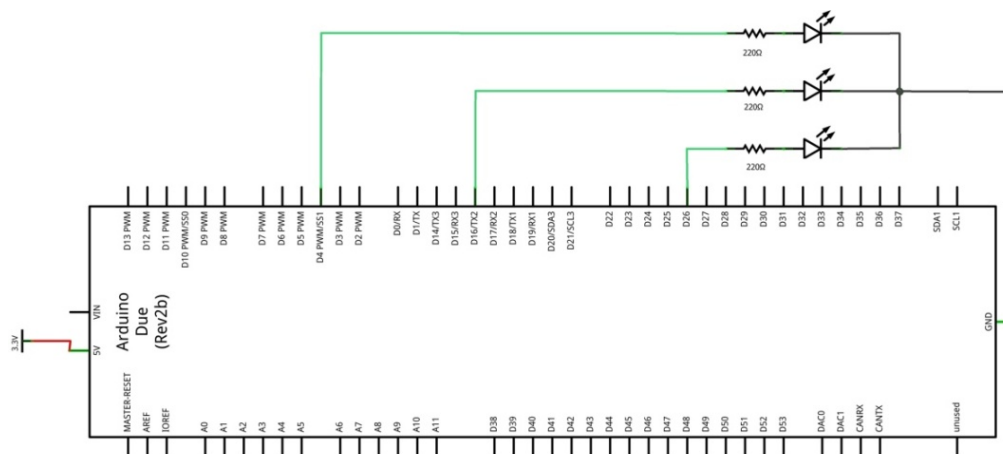

Figura 2.1. Diagrama de conexiones para la práctica #1.
- Realizar las conexiones mostradas en figura 2.1.
- Utilizando el diagrama de conexiones de la práctica #1 (Figura 2.1), realizar una secuencia en la cual los led's se activen/desactiven consecutivamente cada 500 ms.